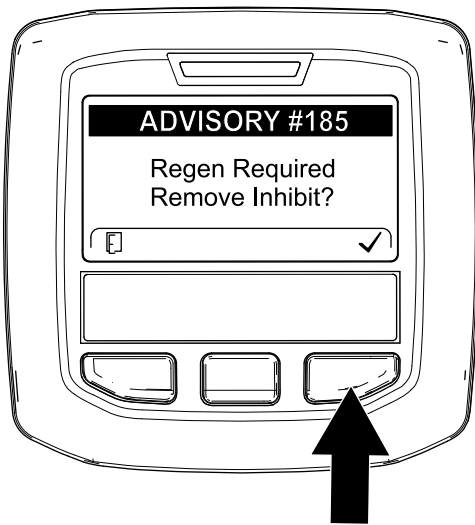

Рисунок 40
**Примечание:** Если настройка INHIBIT REGEN (ЗАПРЕТ РЕГЕНЕРАЦИИ) установлена на ON (Вкл.), дисплей инфо-центра покажет ИНФОРМАЦИОННОЕ СООБЩЕНИЕ № 185 (Рисунок 40). Нажмите кнопку 3, чтобы установить настройку запрета регенерации на КОГДА ИДЕТ ПРОЦЕСС РЕГЕНЕРАЦИИ СО СБРОСОМ, НА ДИСПЛЕЕ ИНФО-ЦЕНТРА ОТОБРАЖАЕТСЯ ЗНАЧОК ВЫСОКОЙ ТЕМПЕРАТУРЫ ВЫХЛОПА, и продолжайте регенерацию со сбросом.